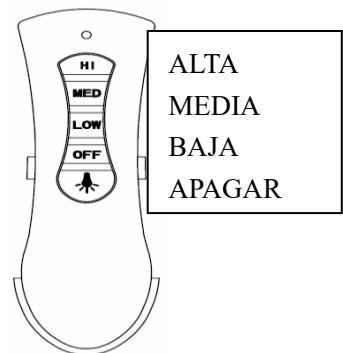

Fig. 13b
3. Deslice el mando a distancia al interior del soporte. (Fig. 13b).